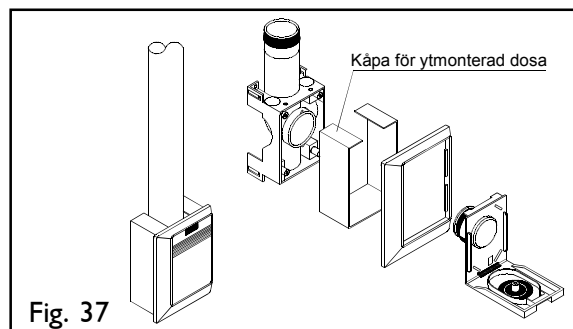

Fig. 37
- C Ytmontering (sid. 12, fig. 37)
Vid utanpåliggande montering av rörsystemet används montageställningen för ytmontering (extra tillbehör, art. nr 80219), se fig. 37.